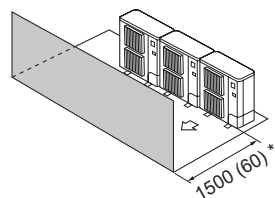

Fig. 2-14
- (3) Obstacles uniquement à l'avant (Fig. 2-14)